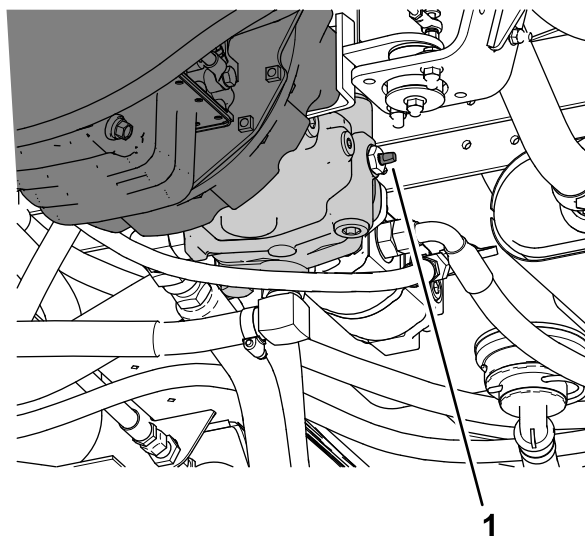

図 92
3. 牽引用バイパスバルブ 図 92 を左右どちらかに90°回転させるとバルブが開く。